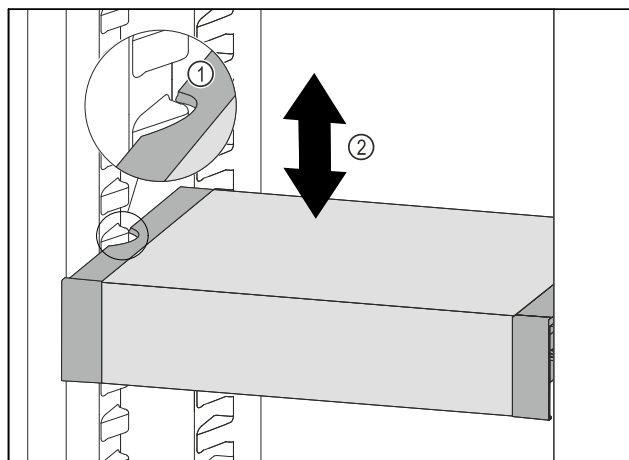

Fig. 49
- ▶ Изтеглете VarioSafe напред, докато страничните прорези на VarioSafe се намират на височината на ребро на съда в хладилната част. Fig. 49 (1)
- ▶ Преместете VarioSafe нагоре или надолу в хладилната част, докато се достигне желаната височина. Fig. 49 (2)